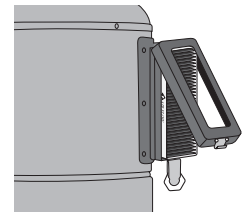

figure 11
1. Unlatch the opening on the carbon filter case and gently lift it upward (**figure 11**).
Défaire l'attache au-dessous du boîtier du filtre carbone et soulever le couvercle (**figure 11**).